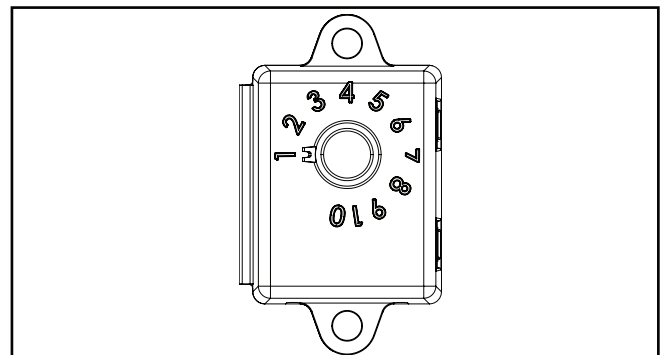

Figure 11.
2. Le commutateur FADC/FAWS est muni d'un bouton avec dix réglages comme indiqué de 1 à 10 (fig. 11). Tournez le commutateur au réglage souhaité (voir le tableau ci-dessous pour référence).